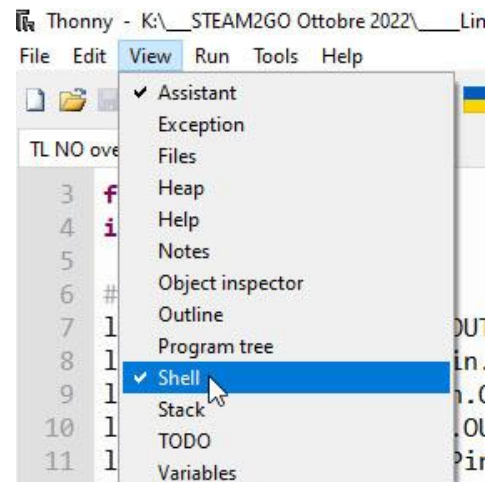
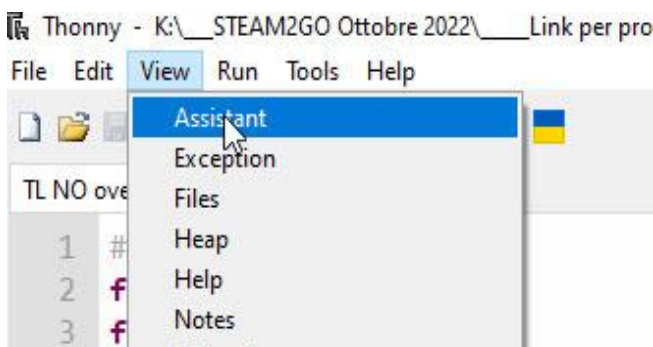

Figura 15
Figura 16
- Python è un ambiente di programmazione particolare. Non usa le parentesi graffe per raggruppare le istruzioni ma usa solo la "indentazione", ovvero spostando le istruzioni subordinate a destra. Può succedere che il compilatore evidenzi errori dovuti a qualche errore di indentazione ma possono essere risolti attivando le funzioni "Assistente" (**Figura 15**) e "Shell" (**Figura 16**) nella scheda "Visualizza", che forniranno le informazioni per risolvere eventuali problemi